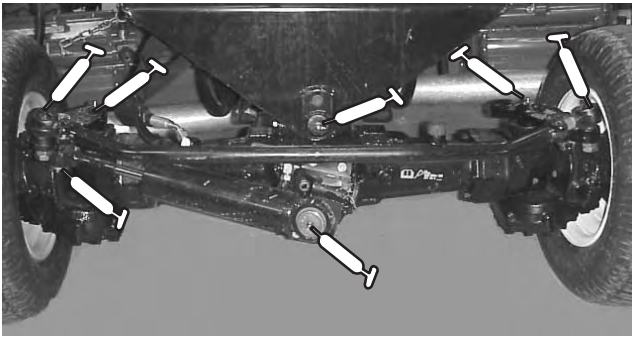

Figure 38
- Bielle de pont arrière (2), rotules de vérin de direction (2), pivots de direction d'essieu (2), pivot de pont arrière (1) (Fig. 38)